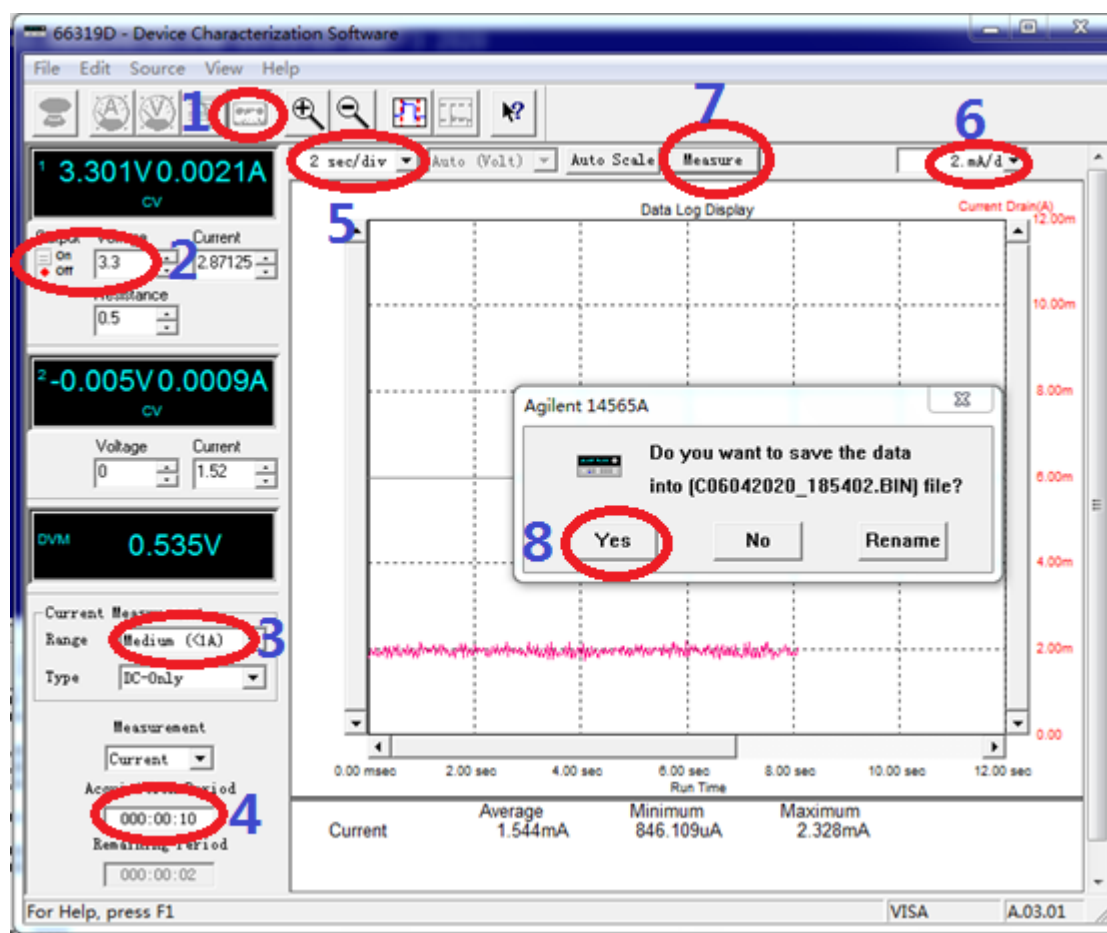

图 8---14565A DCS 软件上执行步骤
- 2> 打开 14565ADCS 软件, 选择 IO type 并点击 Auto-Detect 键, 进入操控界面。按照下图 8 内执行序号依次设置到 6;
4> 完成上述 AT 指令后，等待 8 秒后，在 14565A DCS 软件中按照图 8 中执行序号 7 和 8，即可获得 W800 SOC 在 Sleep 状态下的电流数据。
注意 14565A DCS 软件中设置的测量时间（图 8 中序号 4 处）与 AT 指令 Sleep 状态持续时间的配合，以免影响测试数据。
2> 打开 14565A DCS 软件，同 5.2 章节设置后，按照图 8 中执行序号 7 和 8，随后即可获得各 IO（仅保留 Uart0）和 WiFi 均关闭情况的功耗数据如下：
打开 14565ADCS 软件，同 5.2 章节设置后，按照图 8 中执行序号 7 和 8，随后即可获得各 IO（仅保留 Uart0）和 WiFi 均关闭情况的功耗数据如下：
2> 完成上述指令后，打开 14565A DCS 软件，同 5.2 章节设置后，按照图 8 中执行序号 7 和 8，即可获取 W800 SOC 在加入 AP 后无其它操作状态下的功耗数据如下：
2> 完成上述指令后，打开 14565A DCS 软件，同 5.2 章节设置后，按照图 8 中执行序号 7 和 8，即可获取 W800 SOC 在加入 AP 后 Ping 操作状态下的功耗数据。